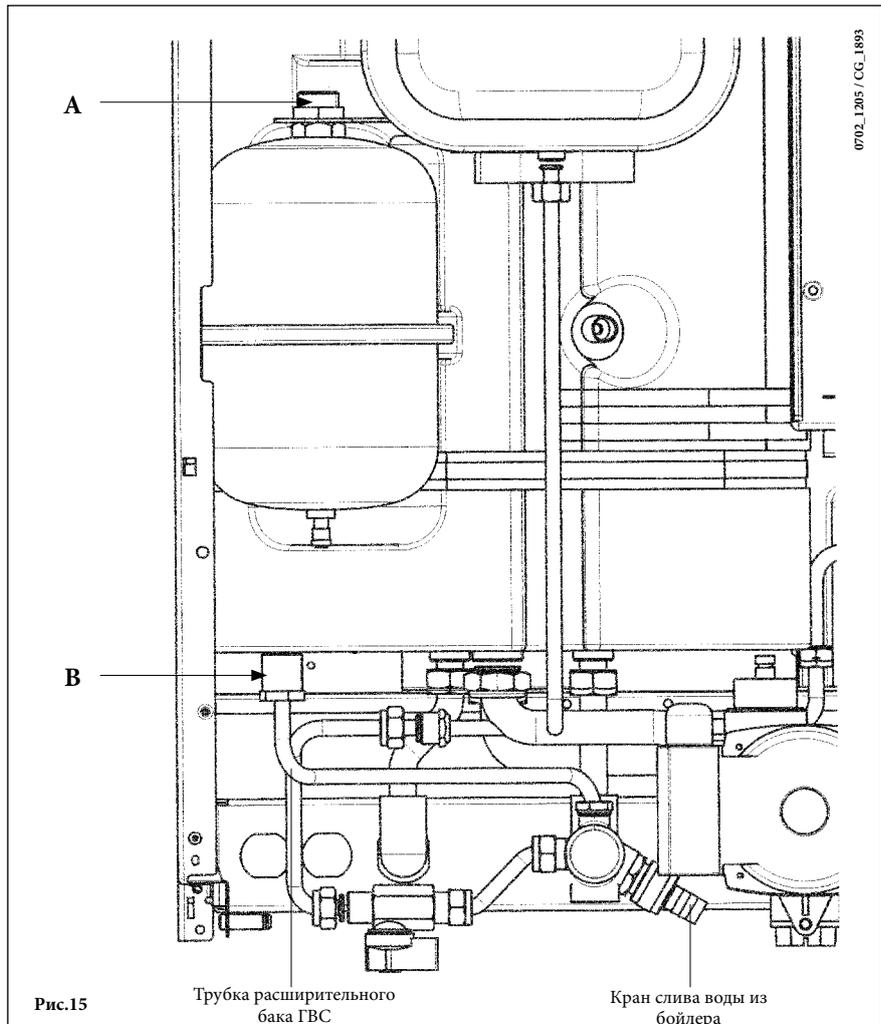

Рис.15
- открыть кран слива бойлера (Рис.15);
Подсоедините гибкий шланг (входит в комплект поставки) к местам подсоединений А и В как показано на Рис.15.